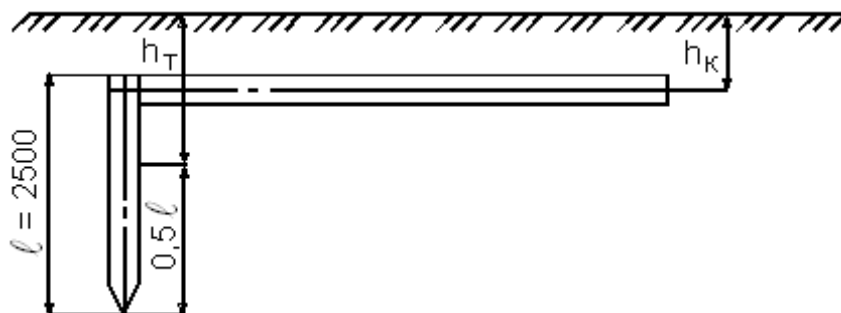

Рисунок 1 - Размещение сложного заземлителя в земле.
5. Определить сопротивление растеканию сложного заземления, состоящего из вертикальных стержневых заземлителей и горизонтальной полосы, соединяющей их в контур. Их размеры и размещение в земле показаны на рис. 1, $R_{доп} = 4$ Ом.